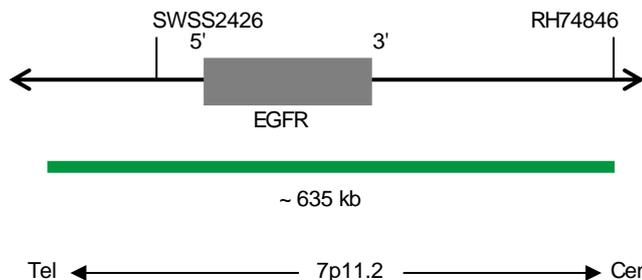

Fig. 1: SPEC EGFR Mapa de la sonda (no está a escala)
- Polinucleótidos marcados en verde (excitación a 503 nm/emisión a 528 nm) ZyGreen (~10 ng/μl), dirigidos a secuencias localizadas en 7p11.2* (chr7:54,912,555-55,548,375) que albergan la región del gen EGFR (ver Fig. 1).